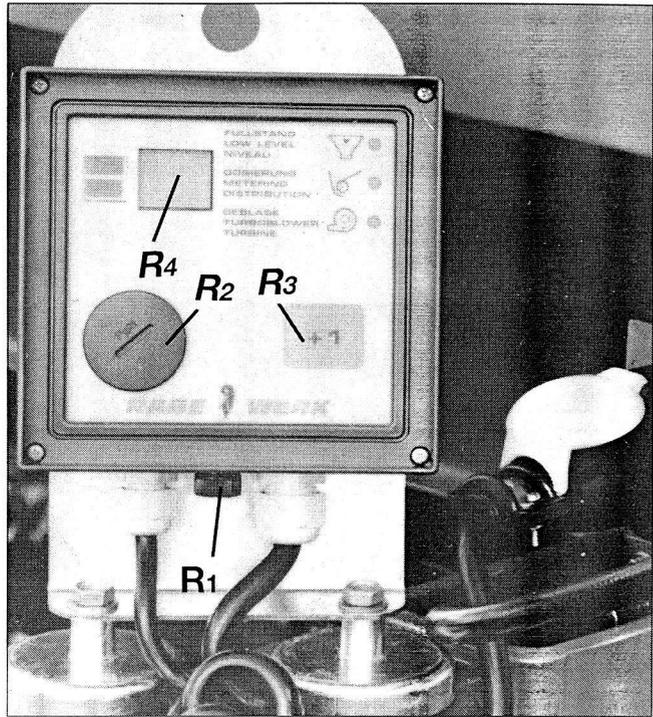

Fig. 51
**Stromversorgung:** 12 Volt von 7-poliger Schleppersteckdose. Standlicht einschalten. Ein im „Drill-Control-Kasten“ befindlicher Speicher „speichert“ bei Arbeitsunterbrechung die letzte Schaltfolge, so daß bei Wiederbeginn im richtigen Rhythmus weitergearbeitet wird. Sicherung im „Kasten“: **5 A (R1)**, Fig. 51).
**Schaltrhythmus eingeben:** („Drill-Control-Kasten“ noch nicht an „Multidrill“ anschließen). Verschlußschraube (**R2**, Fig. 51) öffnen, darunterliegenden Speicherknopf drücken und dabei gewünschten Rhythmus mit Drucktaste **R3** einstellen - Zahl erscheint in Anzeige **R4**. Verschlußschraube **R2** schließen.